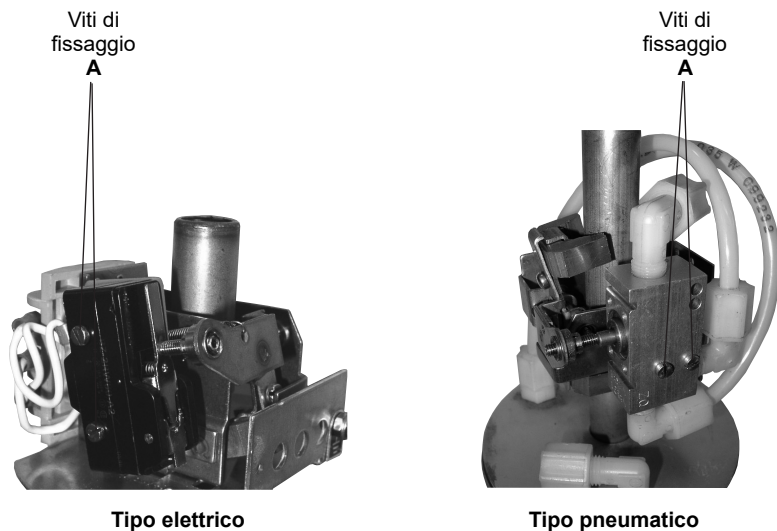

Fig. 5 - Meccanismo interruttore elettrico e pneumatico
- 2 - Allentare le 2 viti di fissaggio "A" del meccanismo al pozzetto (vedi Fig. 5 tipo elettrico) e sfilare il meccanismo interruttore dal pozzetto amagnetico.
- 2 - Allentare le 2 viti di fissaggio "A" del meccanismo al pozzetto (vedi Fig. 5 tipo pneumatico) e sfilare il meccanismo interruttore dal pozzetto amagnetico.